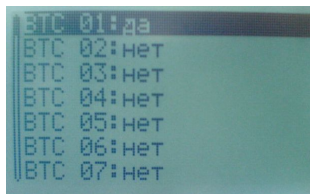

Рис.19
7.4.8. Подменю «Настроить ВТС (М1)» (рис.19) используется для подключения внешних технических средств (ВТС) с назначенным шинным адресом (от 1 до 15) к магистрали М1.